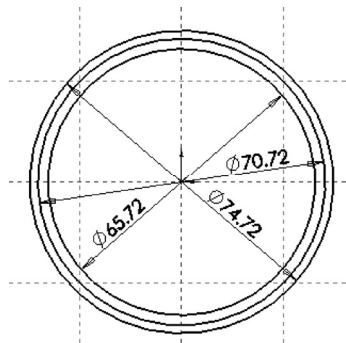

图 8-53 绘制同心圆并标注尺寸
❶ 设置基准面。在“FeatureManager 设计树”中选择“前视基准面”作为绘图基准面。选择菜单栏中的“工具”→“草图绘制实体”→“圆”命令, 或单击“草图”控制面板中的“圆”按钮, 绘制 3 个同心圆, 并标注尺寸, 如图 8-53 所示。